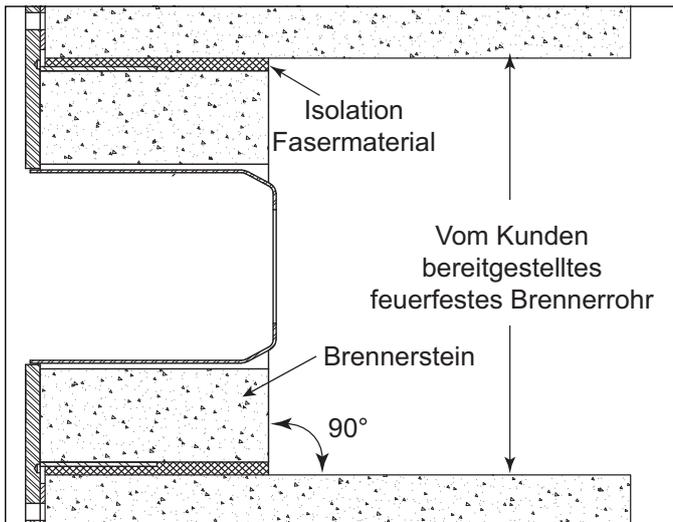

Abbildung 3.5. Brennerstein
- Die Abmessungen des Verbrennungsrohrs werden gemäß Winnox-Datenblatt, Serie 111 beibehalten. Siehe Abbildung 3.5.